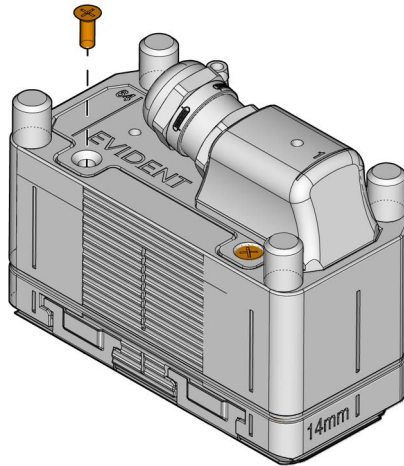

Figura 5-5 Parafusos de fixação da sonda
2. Remova os quatro parafusos que fixam a sonda no suporte da sonda (veja a Figura 5-5 na página 78).